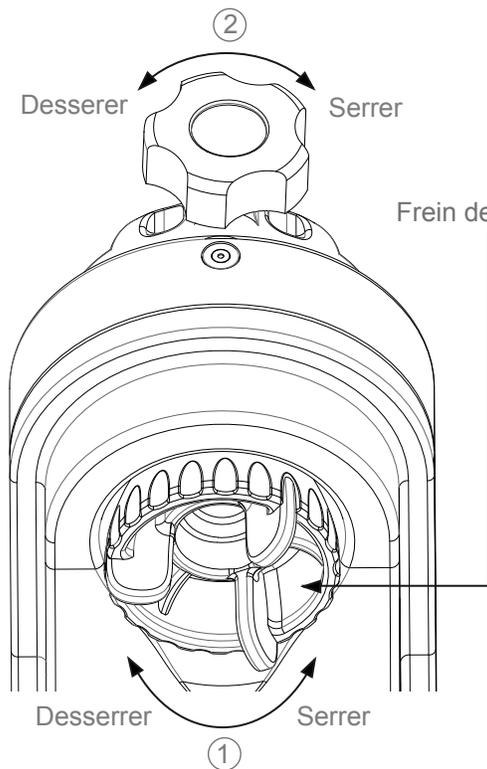

Fig. 1.3a
1. Desserrez le frein de hauteur et tournez la queue d'aronde jusqu'à ce que les mâchoires soient à l'horizontale puis resserrez le frein. (Fig 1.3a)